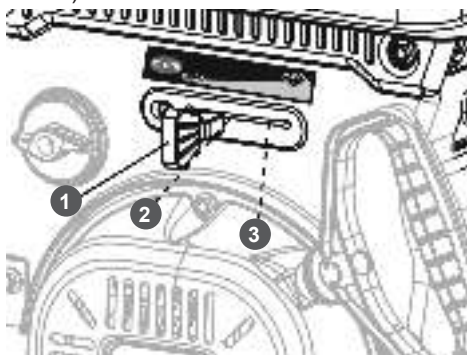

Рис. 31 Положения рычага газа
- Переведите рычаг газа сначала в крайнее левое положение, затем в крайнее правое, после чего установите рычаг в среднее положение (Рис. 31).
рычаг газа в положение 2 (Рис. 31).
(крайнее левое) (Рис. 31).